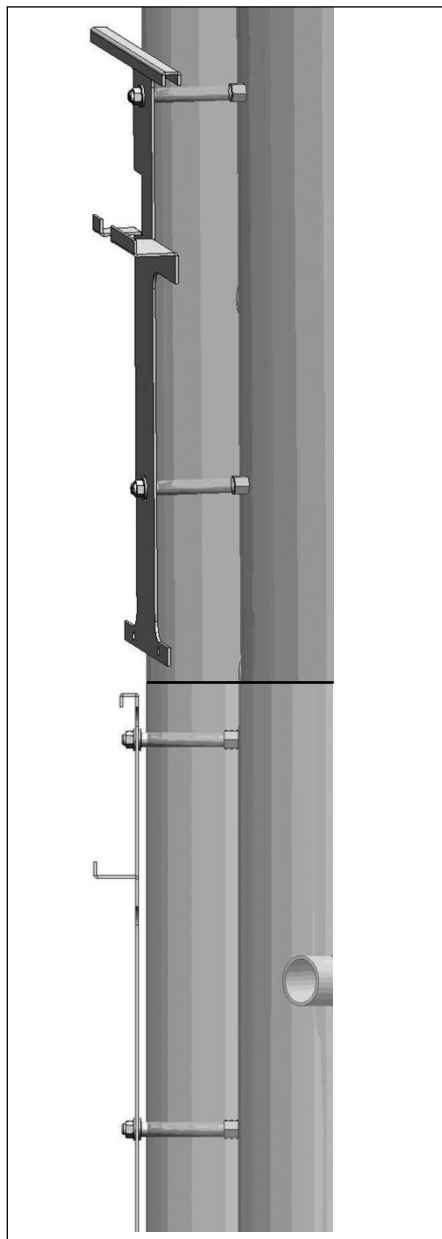

Fig. 6.4
- Faire glisser la plaque de fixation sur les tiges filetées, monter les rondelles et fixer la plaque à l'aide des écrous M12 (clé de 18) (voir fig. 6.4)